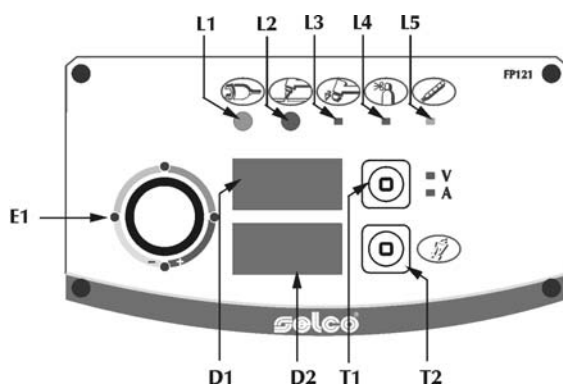

Fig.1
4.1 Painel de controlo dianteiro (Fig. 1)